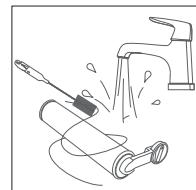

Fig. 15 – Limpieza del rodillo de microfibra
- ▶ Limpie el rodillo de microfibra bajo un chorro de agua corriente. En caso necesario, utilice también el cepillo de limpieza suministrado (28) (**véase Fig. 15**).